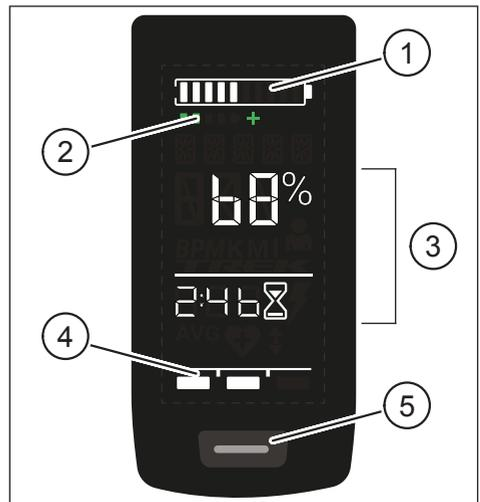
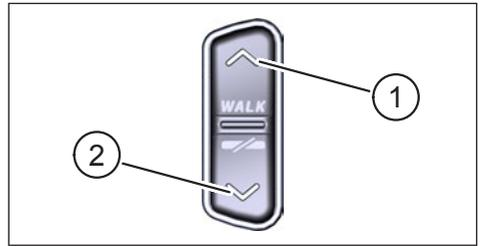

Abb. 1: Bedien- und Anzeigeelemente am Display
Abb. 2: Bedienelemente an der Remote
Pos. in Abb. 1	Beschreibung
Pos. in Abb. 2	Beschreibung
- ▶ Halten Sie die Bedientaste am Display (Pos. 5 in Abb. 1) und die Bedientaste UNTEN an der Remote (Pos. 2 in Abb. 2) für mindestens 5 s gedrückt.
- ▶ Mit einem **kurzen** Druck auf die Bedientaste am Display (Pos. 5 in Abb. 1) wechseln Sie zur nächsten Bildschirmansicht.
- Durch Betätigen der Bedientaste UNTEN an der Remote (Pos. 2 in Abb. 2)
- Durch Betätigen der Bedientaste auf dem Display (Pos. 5 in Abb. 1)